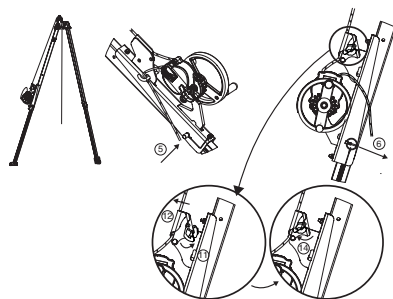

Fig. 9
**IMPORTANTE:** Tener cuidado con el sentido de montaje: el bloqueador de driza debe estar dirigido hacia la parte superior del trípode tracpode (Fig. 9).
5. Colocar el bulón de amarre de la consola para aparato Derope™ UP R. Este bulón cumple dos funciones: bloqueo de la pata del trípode tracpode y amarre de la consola para aparato Derope™ UP R en esta pata (Fig. 9, 5).
6. Bloquear el bulón de amarre mediante el pasador sujetador (Fig. 9, 6).
11. Abrir el bloqueador de driza de la consola (Fig. 9, 11).
12. Introducir la driza que sale del aparato Derope™ en el bloqueador de driza de la consola (Fig. 9, 12).
14. Cerrar el bloqueador de driza (Fig. 9, 14).